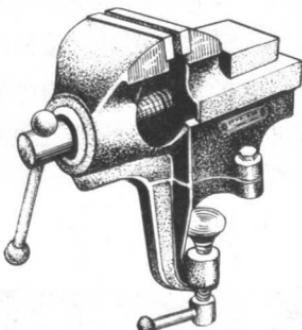

图 1-2-4 桌虎钳
1. 桌虎钳（图 1-2-4）：在进行锯割、锉削、打孔时，用桌虎钳固定物体是很必要的。桌虎钳安装方便，适用于加工小型工件。桌虎钳一般以钳口长度 60 毫米最为适用。